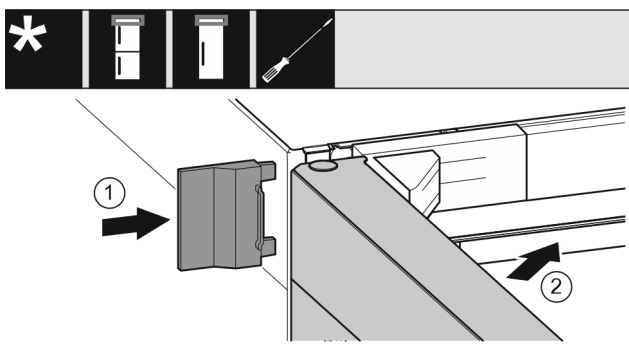

Fig. 20
- ▶ Buitenste afdekking erop schuiven. *Fig. 20 (1)*
- ▶ Bovenste deur sluiten. *Fig. 20 (2)*